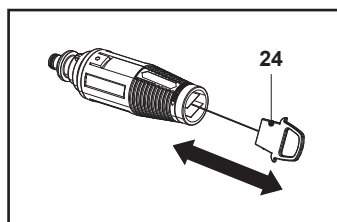

Fig. 14
2. Remova quaisquer depósitos de sujidade do orifício do bocal utilizando uma agulha (24) (Fig. 14).